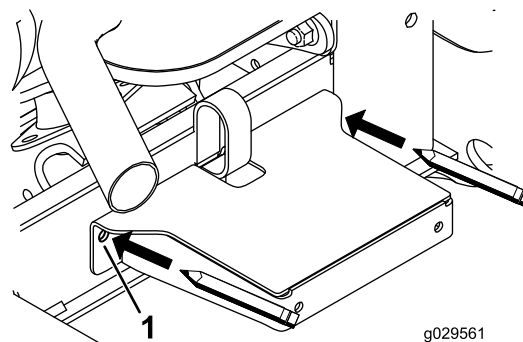

Рисунок 4
5. Используя узел крепления рамы как шаблон, определите и отметьте положение двух оставшихся монтажных отверстий крыла в швеллере рамы (Рисунок 4).